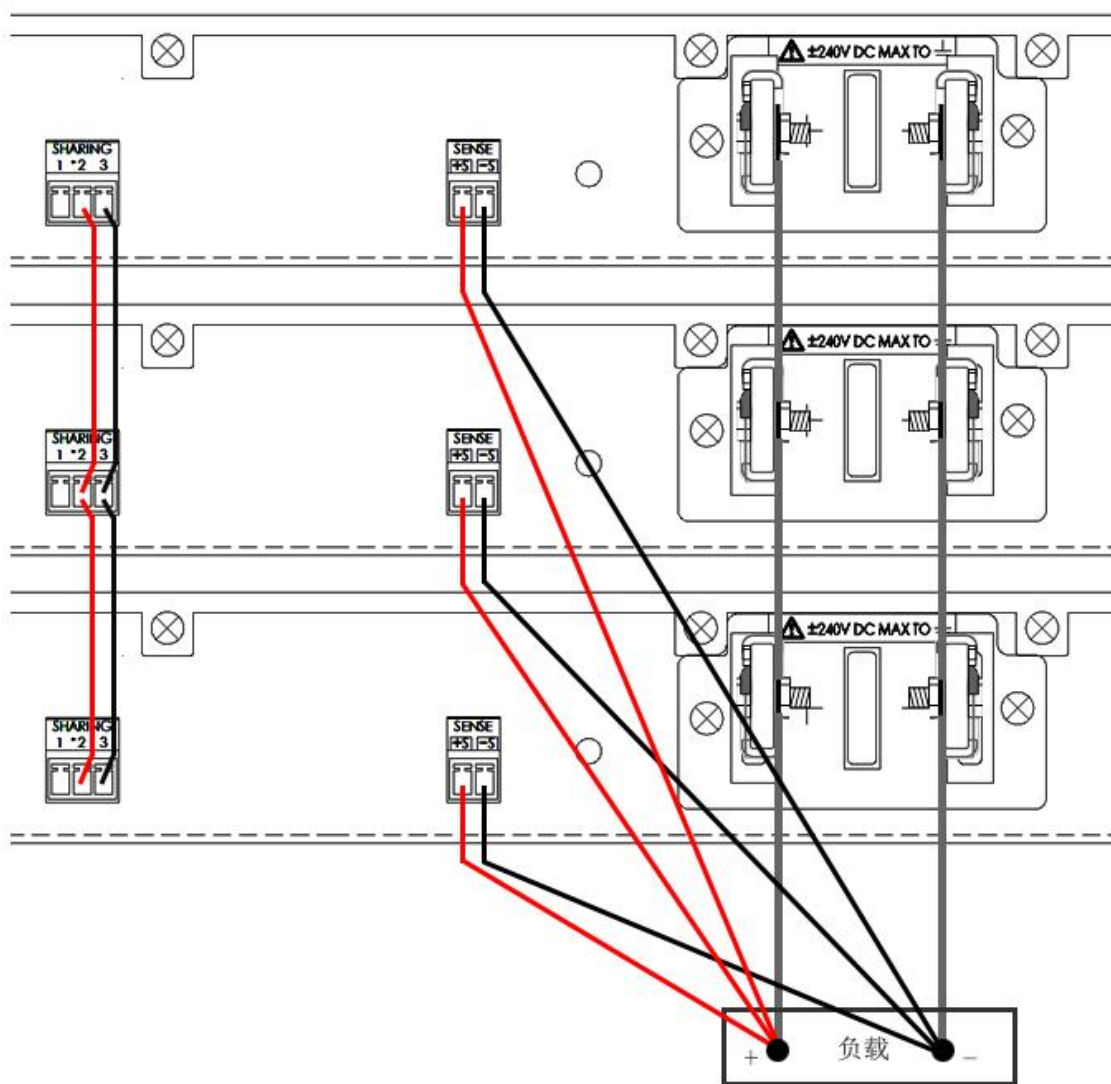

图 2-12 电流共享连接示意图
如图2-12连接电源，注意：
- 4) 如果使用了串联二极管，请按图2-12所示连接检测引线。如果没有使用二极管，将+S引线直接连接到负载侧。